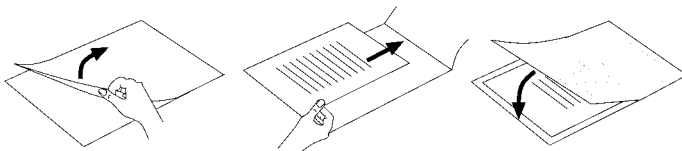

Fig. 2
- ▶ Procure utilizar solo una lámina para laminar. Desplieguela previamente siguiendo el ejemplo de la fig. 2.
- ▶ Tenga cuidado de utilizar sólo una lámina para laminar. Ábrala antes de la manera indicada en el ejemplo de la fig. 2.